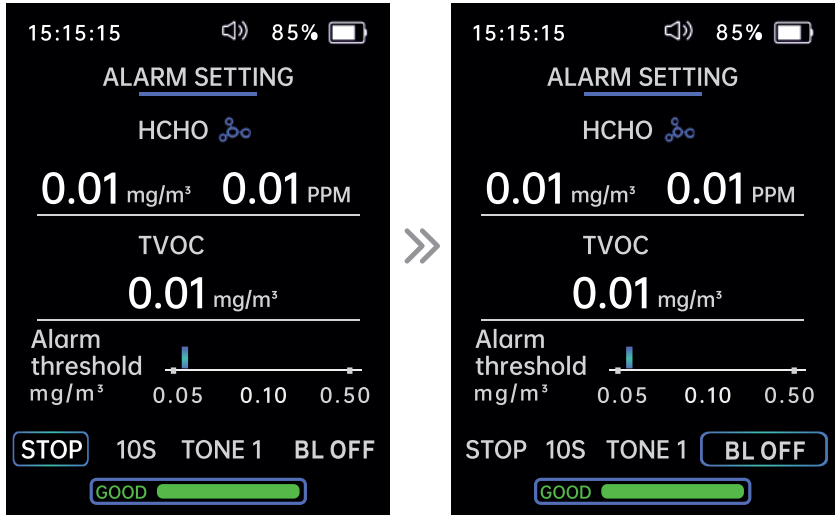

Abbildung 5
Drücken Sie die Links- (4) und Rechts-Taste (8), um die erforderlichen Parameter auszuwählen (Abb. 5). Drücken Sie die ETR-Taste (3), um zu bestätigen.